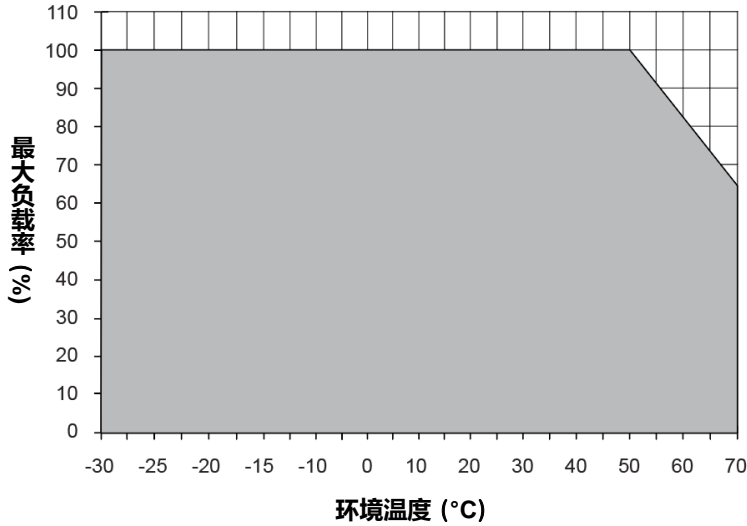
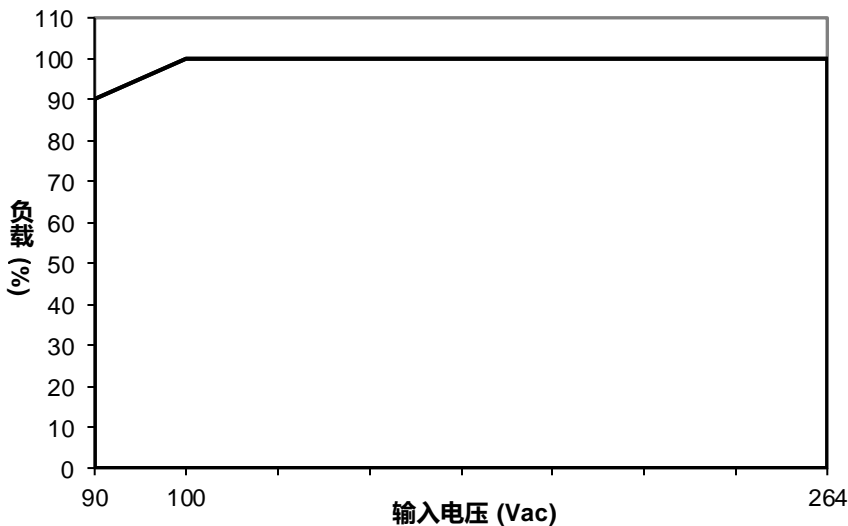

图. 1 水平安装功率降额
图. 2 AC 输入电压降额
1. 如电源供应器持续在额定功率曲线外区间使用，可导致零部件降级或损坏，参见图 1 图 2。